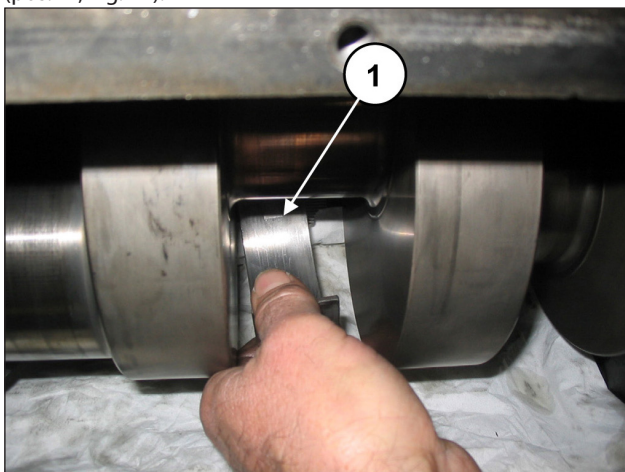

Fig. 27
Extraer los 3 semicojinetes superiores de las semibielas (pos. ①, Fig. 27).